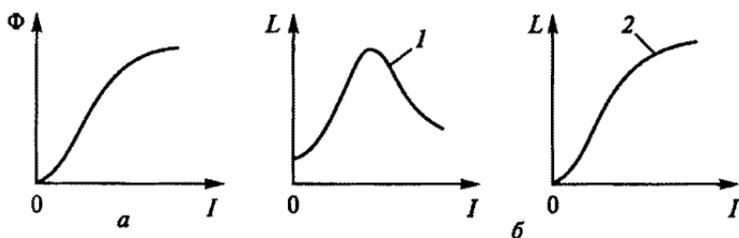

Рис. 46
2.18. Для катушки с ферромагнитным сердечником связь между потоком Φ и током I задается кривой намагничивания, показанной на рис. 46, а. Какова зависимость индуктивности L от тока I ?
1. Имеет вид кривой 1 на рис. 46, б.
3. Имеет вид кривой 2 на рис. 46, б.